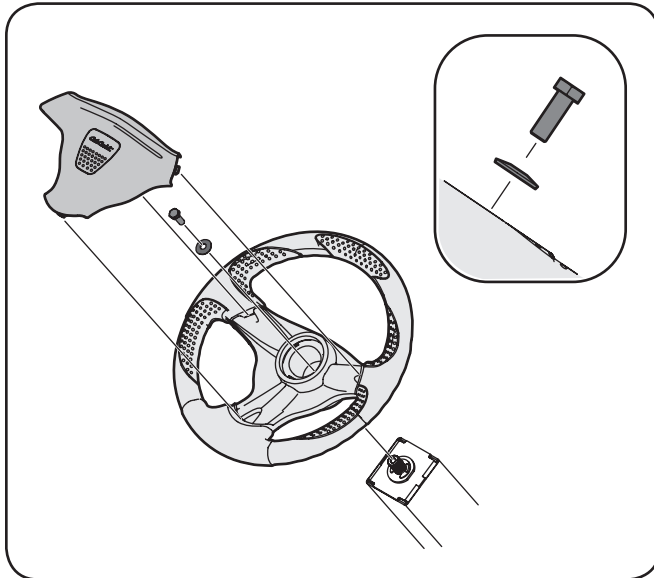

Figura 3-7
- Coloque la arandela Belleville con el lado cóncavo hacia adentro por encima del volante y ajústela con el tornillo de seguridad hexagonal. Vea la Figura 3-7.